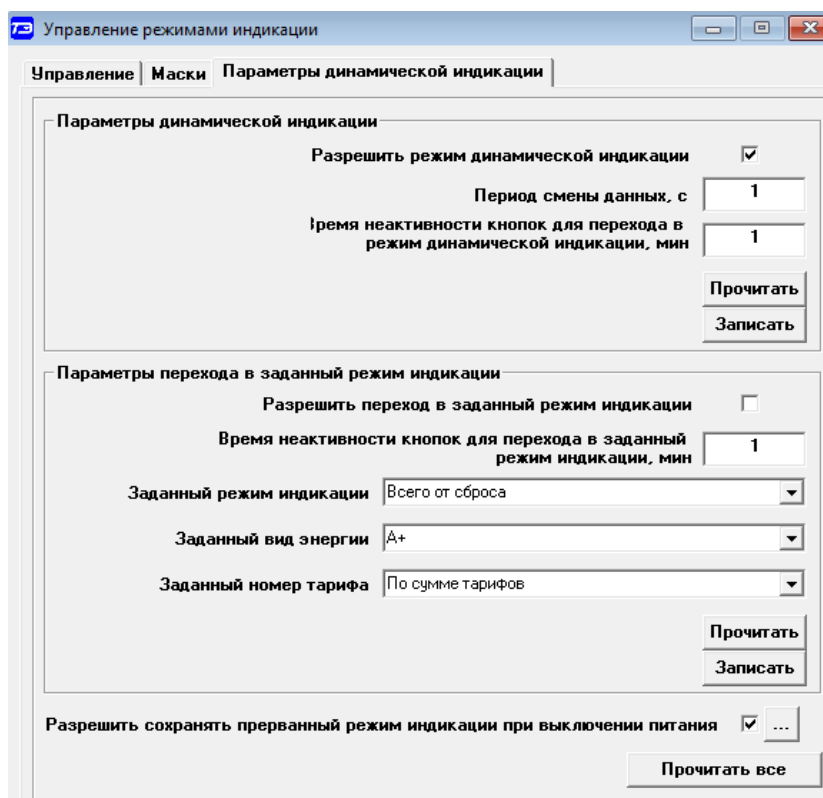

Рисунок 25 – Форма «Управление режимами индикации» вкладка «Параметры динамической индикации»
Динамическая индикация запрещена при выходе счётчика с предприятия-изготовителя. Для разрешения динамической индикации нужно установить и записать следующие параметры в группе элементов «Параметры динамической индикации» (рисунок 25):
17.5.3 Этот режим запрещен при выходе счётчика с предприятия-изготовителя. Для разрешения режима нужно установить и записать следующие параметры в группе элементов «Параметры перехода в заданный режим индикации» (рисунок 25):